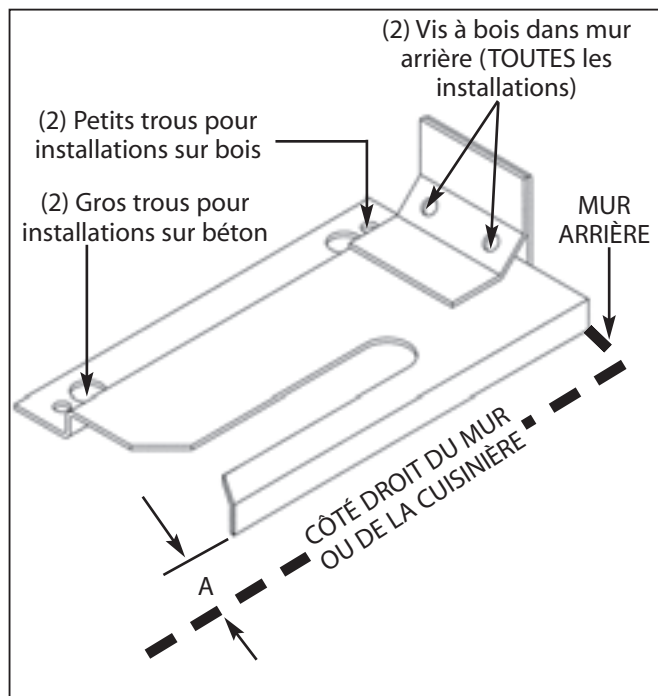

Fig. 7
Placez la console contre le mur arrière, dans le coin arrière droit où la cuisinière doit être placée. Laissez un espace entre le mur (ou le côté de la cuisinière) et la console (reportez-vous à la fig. 7). Percez deux (2) avant-trous de 1/8 po de diamètre au centre des petits trous. Vous pouvez utiliser un clou ou une alêne si une perceuse n'est pas disponible. Fixez bien la console au sol et au mur.